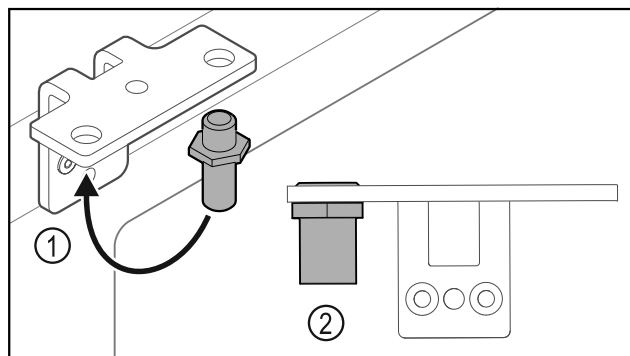

Fig. 30
- ▶ Premjestite svornjake Fig. 30 (1) u kutnim šarkama.
- ▶ Pritegnite svornjake Fig. 30 (2) okretnim momentom od **12 Nm**.